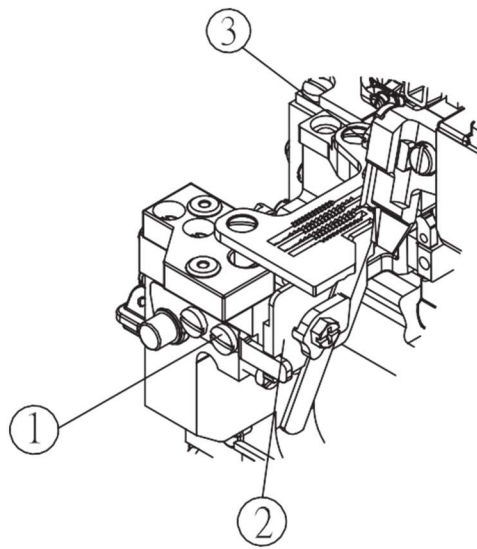

Fig. 30
1. Gire a polia para mover a faca superior para o ponto morto mais baixo. (Fig.30)
2. Solte o parafuso ① e mova o suporte da faca inferior ② para a esquerda e aperte o parafuso ① um pouco.
3. Solte o parafuso ③ e mova o suporte da faca superior esquerdo ou direito, ou direita até alcançar a largura desejada. Então aperte o parafuso ③.
4. Solte o parafuso ① para retornar o suporte da faca inferior ② esquerda ou direita, até alcançar o Teste, se as facas podem cortar a linha e então o parafuso ①.